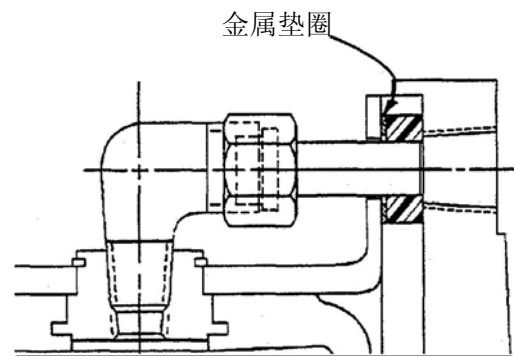

图 7
2.6.5 在进气管上安装连接垫圈。金属垫圈靠近弯头（远离法兰），见图 7。
2.7.9 在进气管上安装气管垫圈。金属支撑垫圈朝向空气弯管（远离法兰），见图 7。